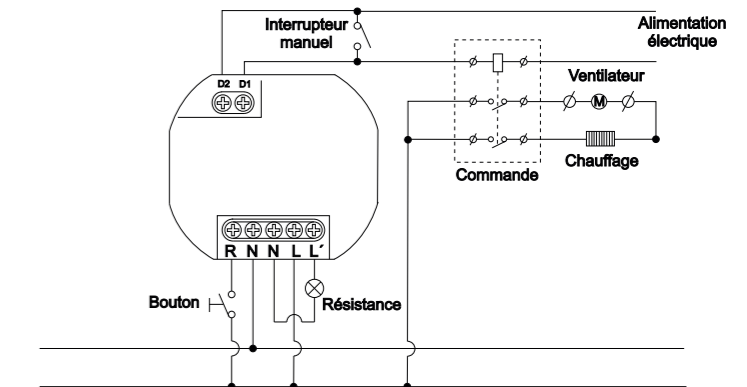
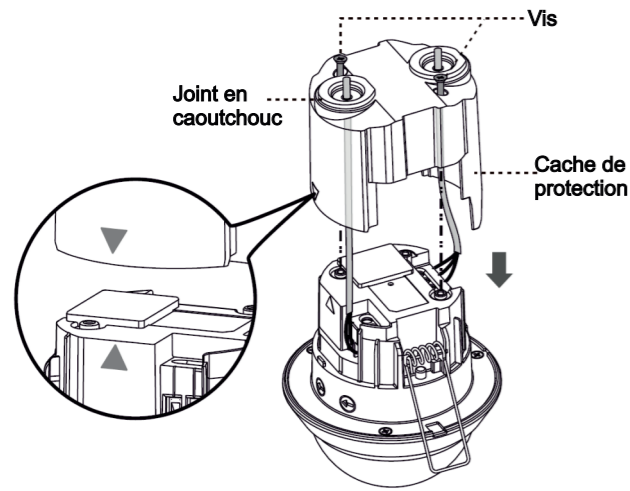

Figure 5
Figure 8
3.3.1 Fonctionnement normal (voir figure 5).
3.4.2 Piquez un tournevis à travers le joint en caoutchouc. Passez ensuite le câble à travers le joint. (Voir figure 8).
3.4.3 Respectez les figures 5 et 6 pour le raccordement. Lorsque vous refermez le cache, veillez à ce que les flèches sur le cache et le boîtier coïncident. Vissez le cache de protection. (Voir figure 8).